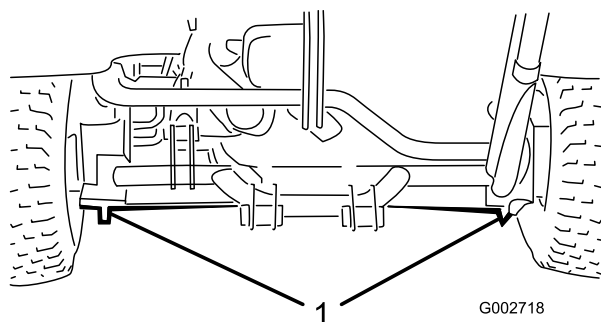

Figura 19
- En el lado izquierdo o derecho, debajo del motor de la rueda trasera o del bastidor (Figura 19).